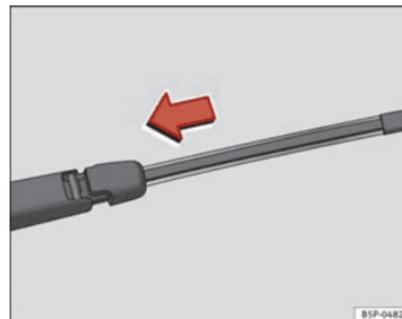

Fig. 173 Colocar la escobilla de limpiaventana ▶
- Sitúe la escobilla, tal como se indica en la ⇒ fig. 173 y deslice el adaptador hasta que encastre.